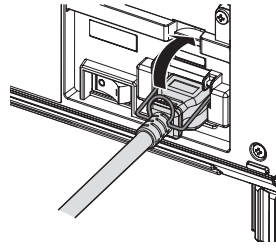

Fig. 1
- 1) **Confermare che il supporto del cavo di alimentazione sia sollevato in modo da poter inserire il cavo di alimentazione. (Fig. 1)**
- 2) Sollevare il supporto del cavo di alimentazione che fissa il cavo di alimentazione. (Fig. 1)